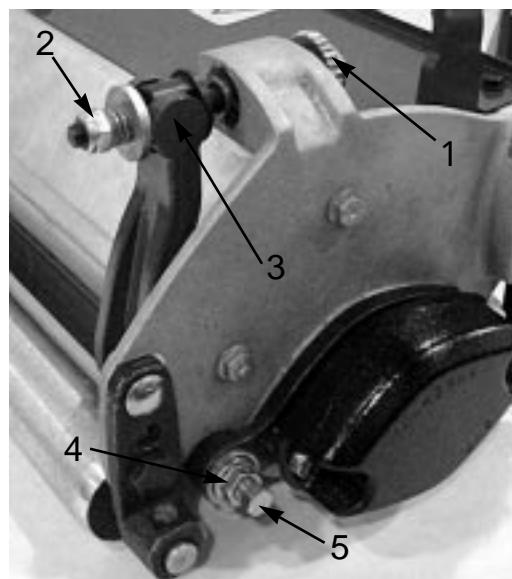

図51
1. ベッドバー調整ネジ（図51）を左に回してベッドナイフとリールの接触をなくす。
2. スプリング・テンション・ナットをゆるめて、ワッシャからベッドバーへのテンションを完全に無くす（図51）。
3. ベッドバー・ボルト（図51）を固定しているジャムナット（機体両側）をゆるめる。
4. 各ベッドバー・ボルトを抜いてベッドバーを下に引き抜いて外す。ベッドバーの両端にナイロン・ワッシャとスチール・ワッシャが2枚ずつあるので注意する（図51）。